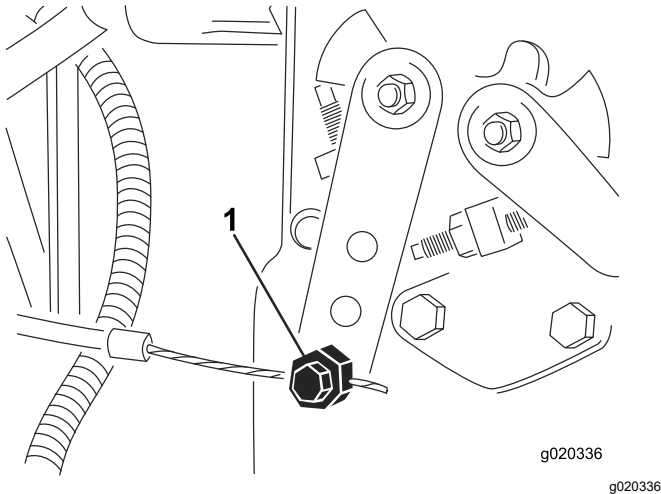

Figure 90
- Desserrez le connecteur du câble d'accélérateur sur le bras du levier de la pompe d'injection (Figure 90).